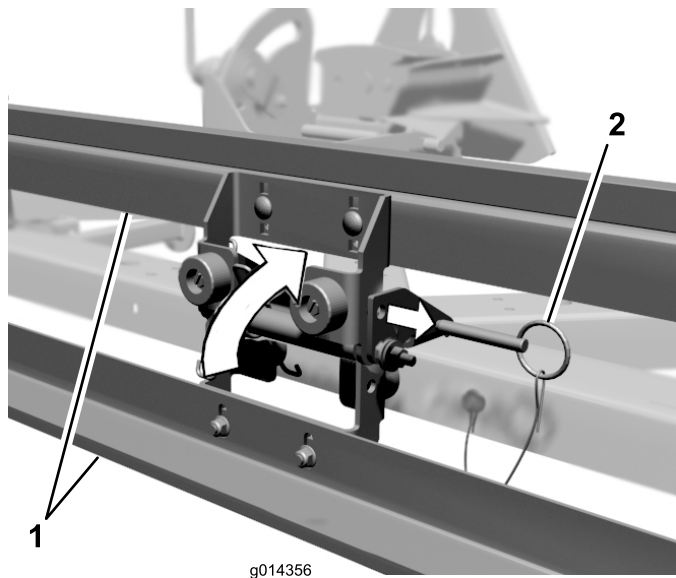

Figure 11
4. Pour tourner l'aimant vers le haut, retirez la goupille à extraction rapide, pivotez l'aimant vers le haut et remettez la goupille en place (Figure 11). Cela permet, par exemple, d'éliminer les débris éventuellement accumulés sur l'aimant.